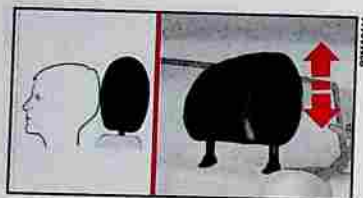

fig. 12
- avec réglage en hauteur fig. 12 (toutes les autres versions).